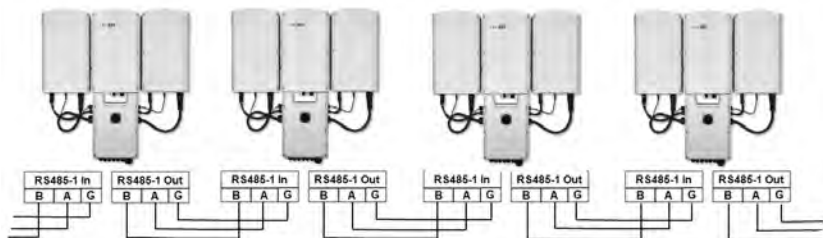

図 40: パワーコンディショナのバス接続
- 上の図のようにワイヤの末端をG、AおよびBピンに挿入します。1つのターミナルブロックはバス内のひとつ前のパワーコンディショナに、別のターミナルブロックはバス内の次のパワーコンディショナに使用します。図 40を参照してください。